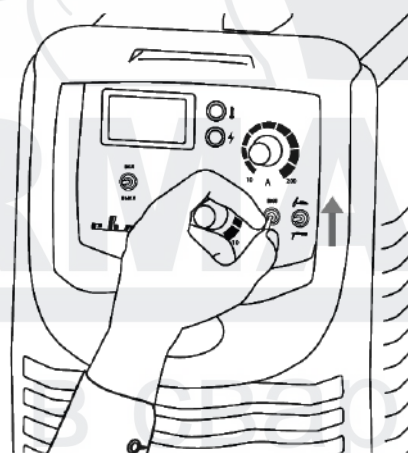

Рис. 8.6. Режим VRD.
5. При необходимости включите или выключите режим VRD (См. рис. 8.6).